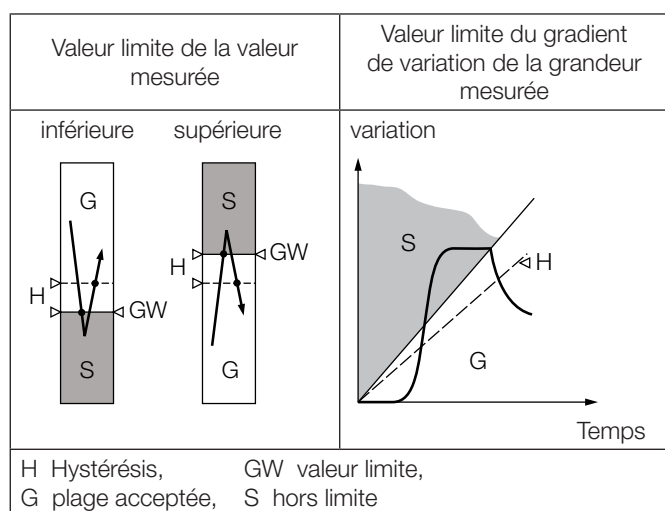

Fig. 5. Fonctions de commutation suivant type de détecteur de seuil.
- Valeur limite inférieure de la grandeur mesurée (voir Fig. 5, gauche)
- Valeur limite supérieure de la grandeur mesurée (voir Fig. 5, gauche)
(voir Fig. 5, à droite)